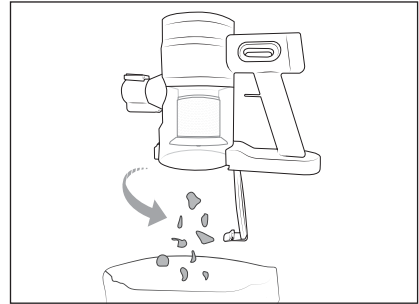

Fig. 10
- 1) Dacă este necesar, îndepărtați țeava de aspirare telescopică **15**. Țineți recipientul de praf **2** deasupra unui coș de gunoi și eliberați tasta de deblocare a capacului recipientului de praf **4**. Capacul recipientului de praf **3** se deschide, iar conținutul se varsă în coșul de gunoi (a se vedea fig. 10).